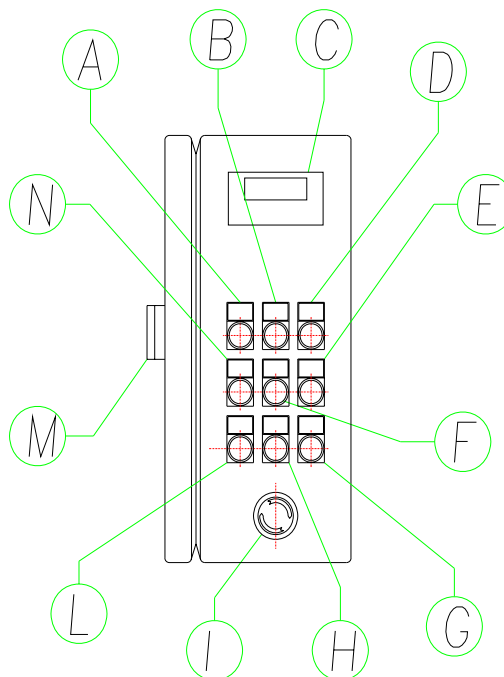

Fig.2
Pour les opérations courantes d'entretien prévues et de nettoyage il faut l'intervention d'opérateurs non qualifiés tandis que pour les interventions consécutives à des pannes ou pour les entretiens extraordinaires il faut faire appel à l'assistance technique du constructeur. Le **démarrage** de la machine, **l'arrêt** et **l'arrêt d'urgence** sont possibles en agissant sur les commandes placées sur le groupe « Tableau électrique ». Celui-ci est représenté en détail dans la Fig.2 où sont indiquées les fonctions des différents organes de commande présents.
Légende tableau électrique (Fig.2)
- Procéder au désarmement éventuel du bouton champignon d'urgence. (Fig.2 "I")
- Porter l'interrupteur général ("M" dans la Fig.2) dans la position ON et vérifier l'allumage du signal lumineux "MACHINE SOUS TENSION" indiquée par A dans la Fig.2.
- Chaque fois que le témoin rouge d'urgence "F" est allumé, pour le restaurer il faut appuyer sur le bouton bleu RESET (Fig.2 H)
- Appuyer sur le bouton de marche (E dans la Fig.2).
- Appuyer sur le bouton champignon d'urgence ("I" dans la Fig.2) ou sur le bouton d'arrêt de la machine (G Fig.2).
- Appuyer sur le bouton champignon d'urgence ("I" dans la Fig.2).